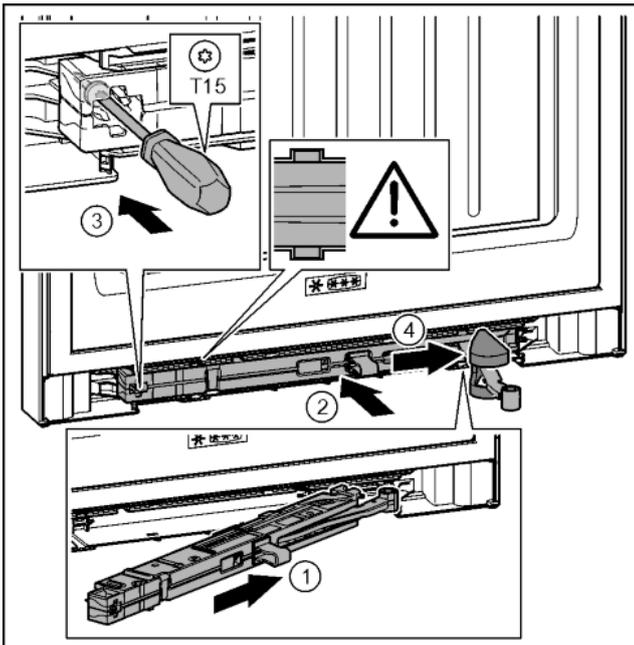

Fig. 42
- ▶ Inclinando nell'incavo spingere l'unità dell'ammortizzatore di chiusura sul lato del blocco di supporto fino alla battuta. Fig. 42 (1)
- ▶ Spingere l'unità dell'ammortizzatore di chiusura completamente nell'incavo. Fig. 42 (2)
- ▶ Stringere la vite con un cacciavite T15. Fig. 42 (3)
- ▶ Spingere la copertura sullo snodo. Fig. 42 (4)